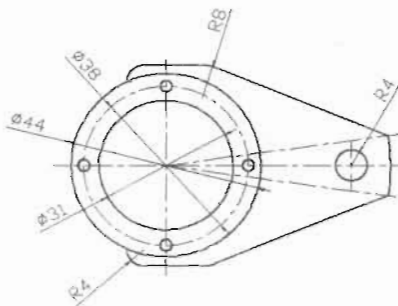

图 10-52
- (4) 单击“标注”工具栏中的“半径”按钮 ，如图 10-52 所示。